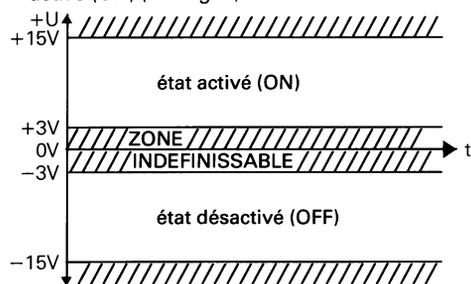

Fig. 4: Définition de la logique des circuits de commande
- de polarité positive, le circuit est alors à l'état activé (ON) (voir fig. 4).